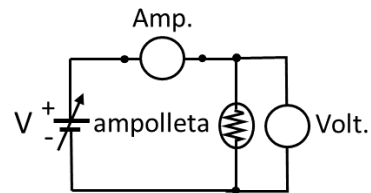

Figura 5: Circuito con ampolleta. V: fuente de voltaje variable, Amp.: amperímetro, Volt.: voltímetro.
El experimento consiste en medir la corriente que circula a través de una ampolla de filamento en función del voltaje aplica, para lo cual se usará el circuito eléctrico implementado en la placa PASCO CI-6512, como muestra la figura 5.
- Arme en la placa PASCO CI-6512 el circuito eléctrico que muestra la figura 5.